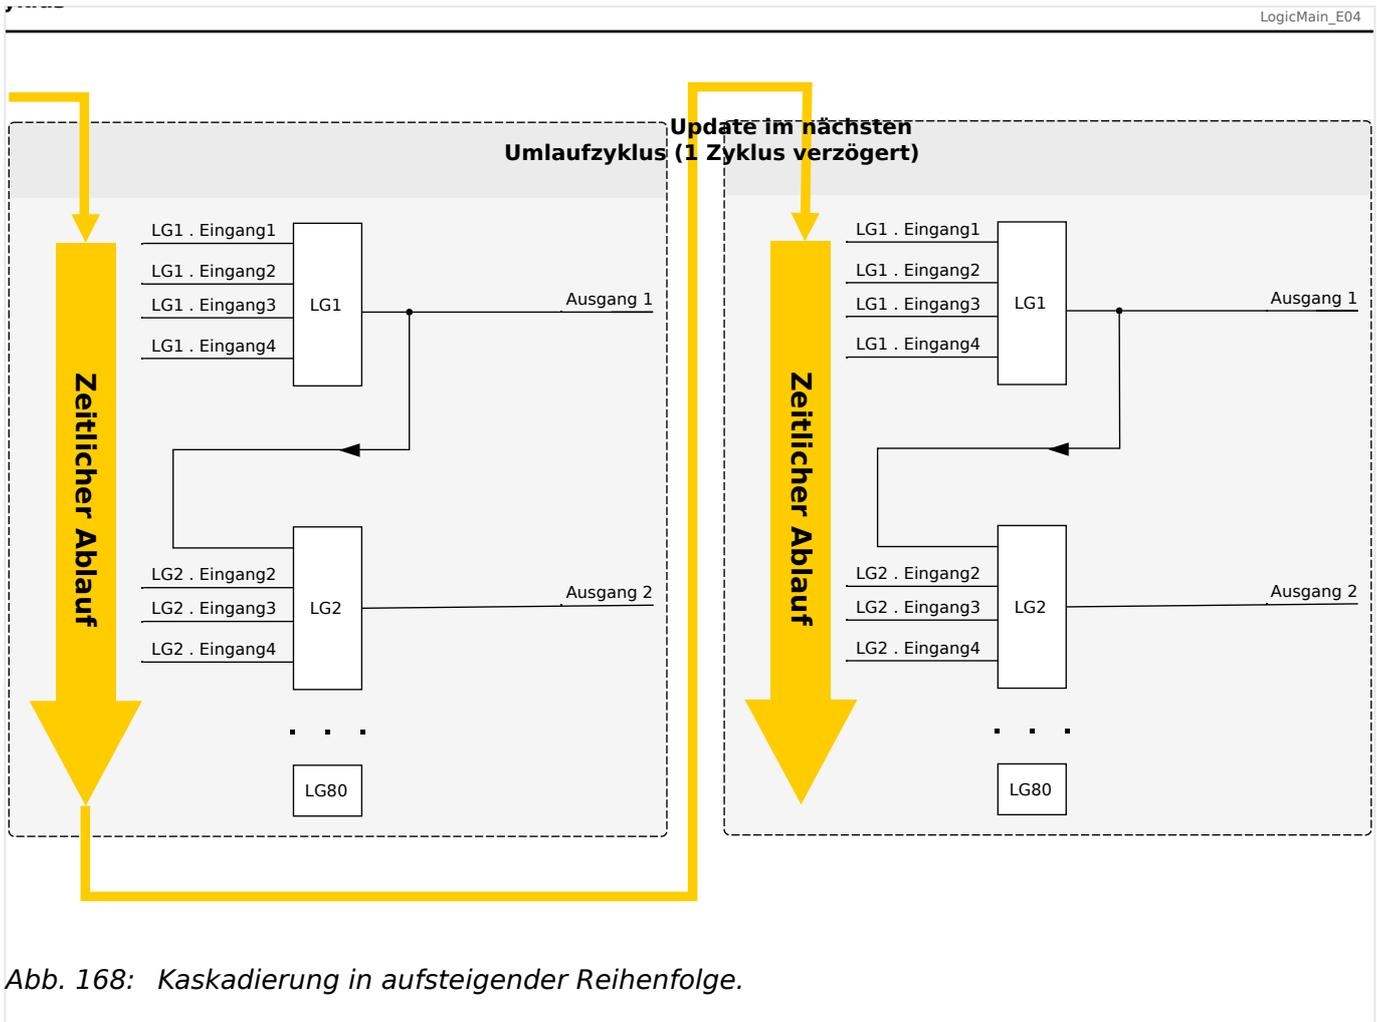
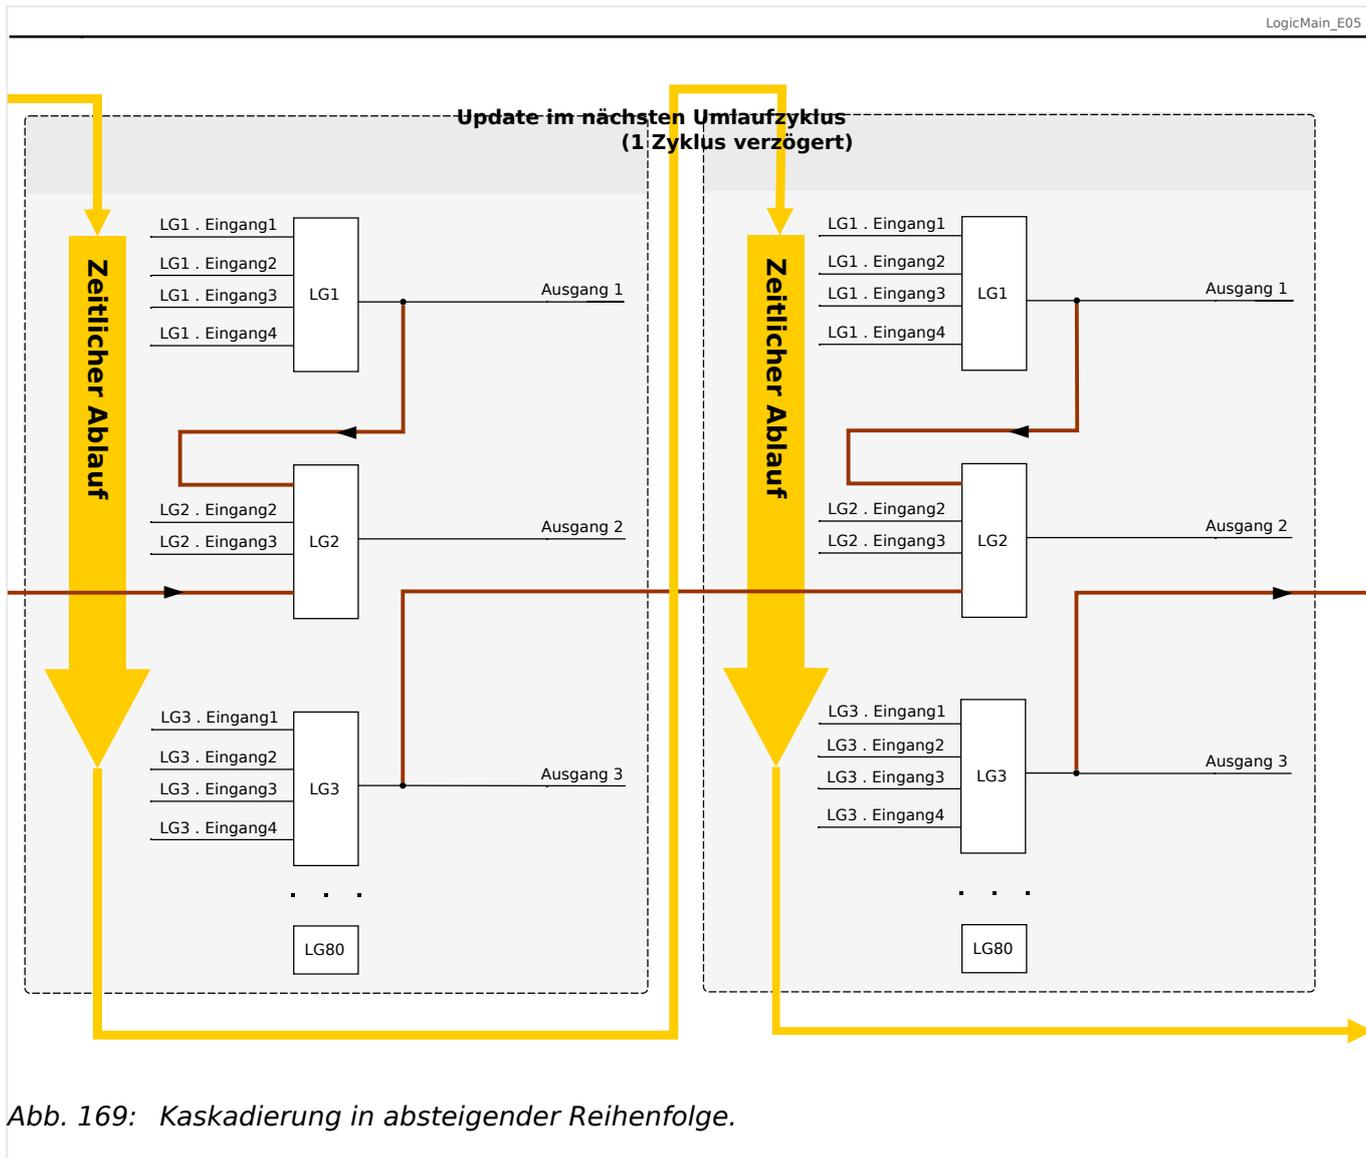

Abb. 168: Kaskadierung in aufsteigender Reihenfolge.
Abb. 169: Kaskadierung in absteigender Reihenfolge.
- Kaskadierung in **aufsteigender** Reihenfolge bedeutet, dass der Ausgang einer Logikgleichung auf den Eingang einer Logikgleichung mit **höherer** Nummer rangiert wird. Das Diagramm →Abb. 168 weiter unten zeigt ein Beispiel, bei dem der Ausgang von LG1 auf einen Eingang von LG2 rangiert wird.
- Kaskadierung in **absteigender** Reihenfolge bedeutet, dass der Ausgang einer Logikgleichung auf den Eingang einer Logikgleichung mit **niedrigerer** Nummer rangiert wird. Das Diagramm →Abb. 169 zeigt ein Beispiel, bei dem der Ausgang von LG3 auf einen Eingang von LG2 rangiert wird.
Bei der Konfiguration des Schutzgerätes bestehen keinerlei Einschränkungen oder Unterschiede zwischen aufsteigender und absteigender Reihenfolge. Da allerdings während der Laufzeit des MCDTV4 die Logikgleichungen in aufsteigender Reihenfolge ausgewertet werden, haben die resultierenden Ausgangswerte, die am Eingang der Logikgleichung anstehen, ein unterschiedliches „Alter“, wie in →Abb. 168 und →Abb. 169 veranschaulicht wird.
Das in Abb. 169 gezeigte Beispiel zeigt eine Konfiguration von „Logikgleichung 2“, die den Ausgang von zwei weiteren Logikgleichungen, „Logikgleichung 1“ und „Logikgleichung 3“, als Eingangszustände verwendet. Hierbei ist der Ausgang von „Logikgleichung 1“ in aufsteigender Reihenfolge verwendet, sodass der Wert in jeweils demselben Prozesszyklus ermittelt wird. Der Ausgang von „Logikgleichung 3“ wird in absteigender Reihenfolge verwendet, sodass der Wert in dem jeweils vorherigen Prozesszyklus ermittelt wurde.